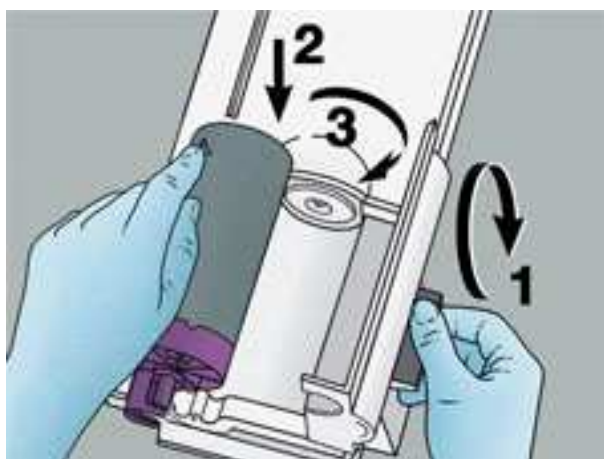

Рис. 3
- ▶ Открыть крышку устройства (рис. 3).